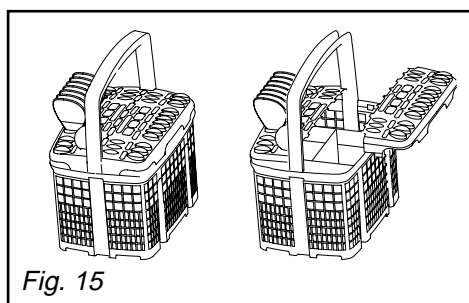

Fig. 15
**Estão à sua disposição grelhas amovíveis se pretender um carregamento dos talheres ordenado** (Fig. 15)